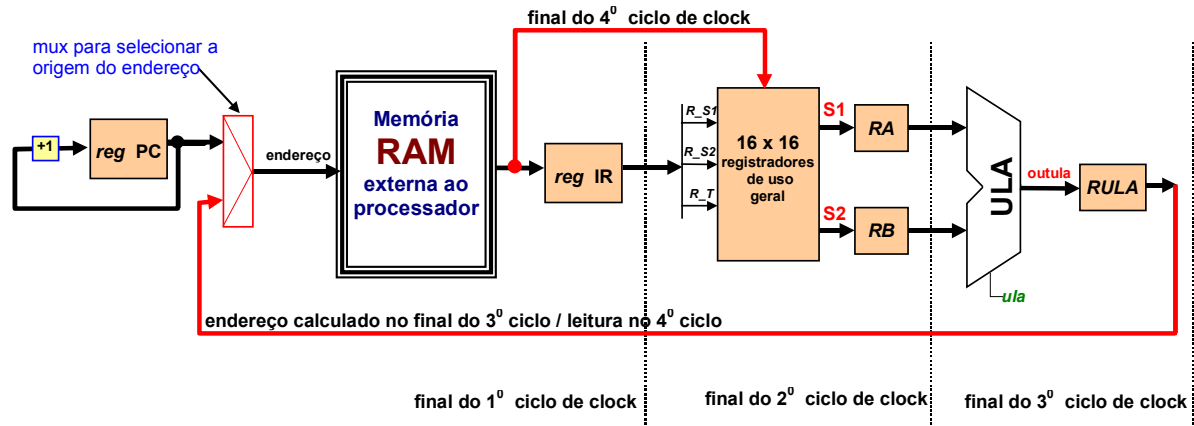

Figura 3 - Fluxo de execução de instrução de leitura na memória.
- Uma possível organização do bloco de dados para a execução da instrução de leitura na memória é apresentada na Figura 3.